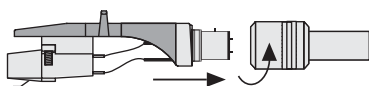

Abb. 1: Systemträger montieren
1. Nehmen Sie den Systemträger aus einem der beiden seitlichen Styropor-Verpackungsteile heraus, stecken Sie ihn auf das vordere Ende des Tonarmes und sichern Sie ihn mit der Verriegelungsmutter (Abb. 1).